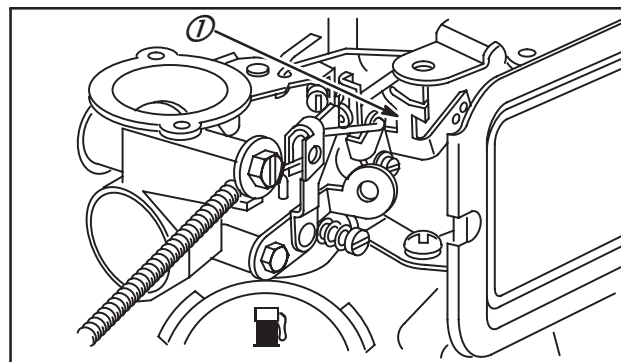
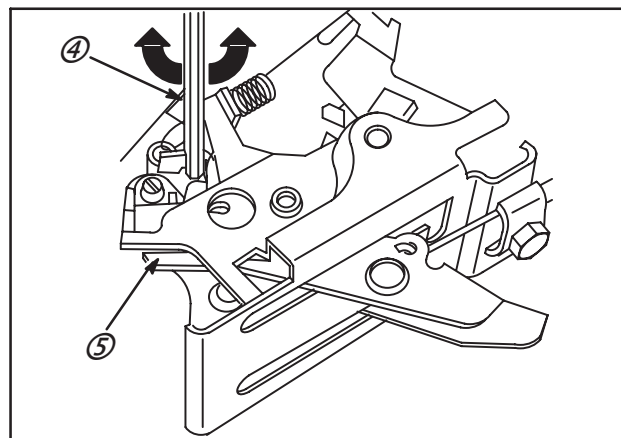

Fig. 1
Fig. 3
SYSTÈMES DE RÉGULATION PNEUMATIQUE (Fig. 1, 2)
4. À l'aide de l'outil, Réf. : **19229** (4), plier l'accrochage du ressort (1, Fig. 1), de façon à obtenir le régime désiré, Fig. 3 et 4. Butée de régime fixe (5), Fig. 3 et 4.
NOTE : Commande réglable fixe : Avant de pouvoir placer le levier de commande en position SLOW (lent), il faut d'abord rabattre la butée de régime fixe (5), Fig. 3, 4.